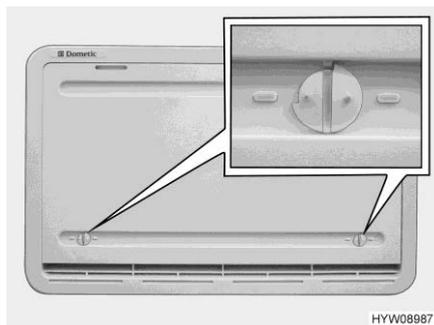

Fig. 133 Cubierta de invierno
Si el frigorífico ha de funcionar a temperaturas exteriores bajas, el fabricante recomienda la utilización de una cubierta de invierno (Fig. 133) para las rejillas de ventilación del frigorífico.
- Abrir ambos bloqueos (Fig. 133) (la ranura está en posición horizontal).